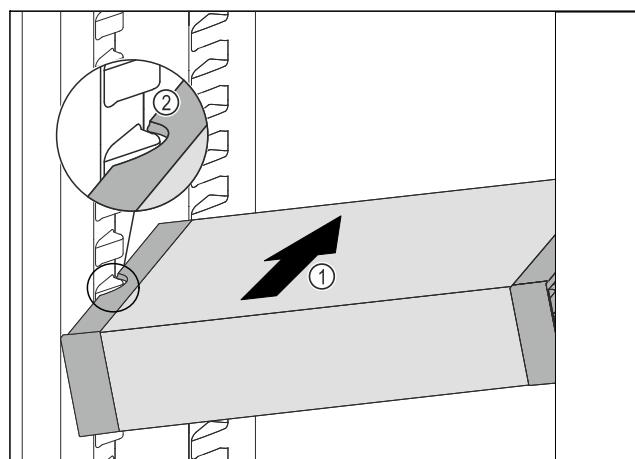

Fig. 123
- Вставити висувний ящик VarioSafe під кутом в охолоджувальне відділення Fig. 123 (1), доки бокові поглиблення Fig. 123 (2) VarioSafe не будуть розташовуватися на рівні ребра для ємності в охолоджувальному відділенні.